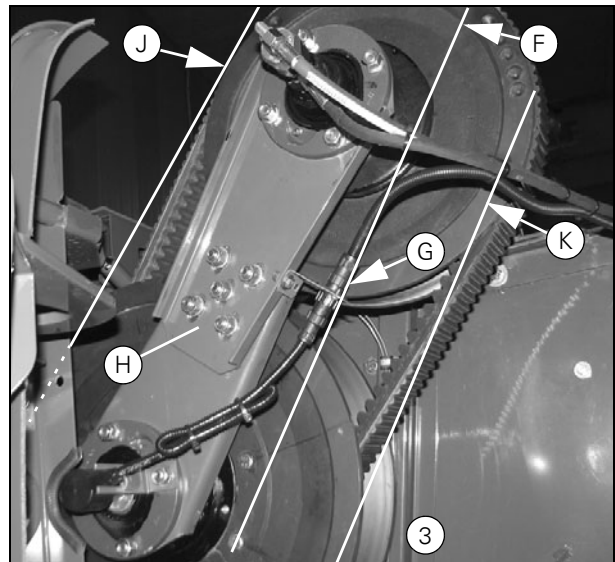

Рисунок 5
- Прижав прямолинейную планку к неподвижному полушкиву механического вариатора как можно ближе к ступице, измерьте расстояние (E) до неподвижного полушкива гидравлического вариатора. При помощи прокладок отрегулируйте данное расстояние до 102 ± 2 мм, как описано в разделе 5.2.5 на стр. 150. Затем установите вариатор.
- Установив прямолинейную планку, как описано выше, измерьте расстояние до неподвижного полушкива гидравлического вариатора в точках (F) и (G). Если разница между результатами двух измерений превышает 2 мм, отрегулируйте длину опорного кронштейна в точке (H) (Рис. 5). (Диапазон регулировки длины составляет макс. ± 1 мм.)
- Прижав прямолинейную планку к неподвижному полушкиву механического вариатора на наружной части фланца (Рис. 5), измерьте расстояние от неподвижного полушкива гидравлического вариатора в точках (J) и (K). Если разница между результатами двух измерений превышает 2 мм, необходимо выполнить выравнивание со стороны машины, на которой расположена ступица механического вариатора.